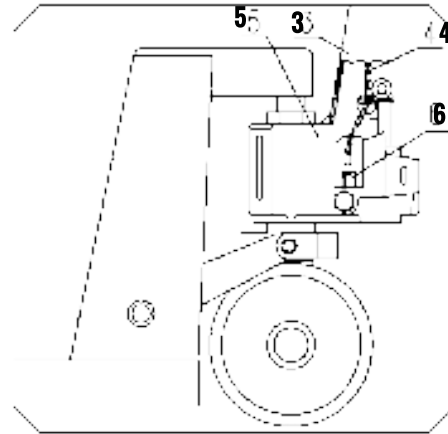

Fig.2
3.4 Véase la fig. 2. Coloque la cadena 4 de la palanca de mano en el orificio central del pasador 1.